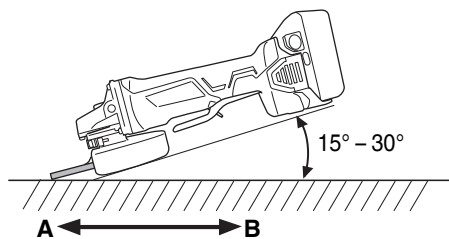

Fig. 8
S'assurer que la bouton-poussoir n'est pas engagée appuyant dessus deux ou trois fois avant de mettre la meuleuse en marche. (Fig. 8)
4. Utiliser un angle de meulage correct. Meuler seulement avec le rebord de la meule en soulevant la meuleuse de 15° à 30°, comme montré sur la Fig. 8.
5. Déplacer la meuleuse dans la direction correcte. Lors de l'utilisation d'une nouvelle meule à dépression centrale dans la direction A (Fig. 8), le rebord de la meule risque de couper la pièce à usiner. Dans ce cas meuler dans la direction B (Fig. 8). Une fois que la meule est usée, la pièce à usiner peut être meulée dans les deux directions.